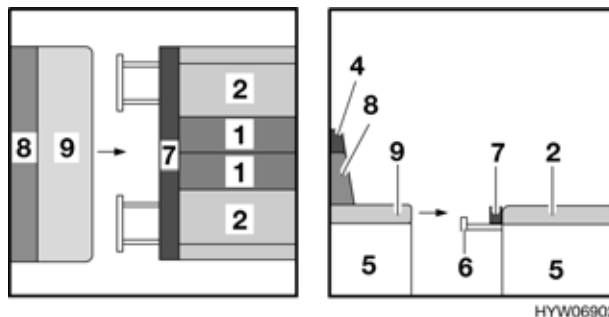

Fig. 88 Durante la trasformazione
- Estrarre la prolunga del cassone letto (Fig. 88,6) da entrambi i cassoni della dinette centrale fino all'arresto.
- Sollevare leggermente il divano (Fig. 88,9) ed estrarlo fino all'arresto.
- Sfilare il cuscino aggiuntivo (Fig. 88,4) dal cuscino dello schienale (Fig. 88,8). Il cuscino aggiuntivo è fissato a quello dello schienale tramite un nastro in velcro e può essere staccato con facilità.